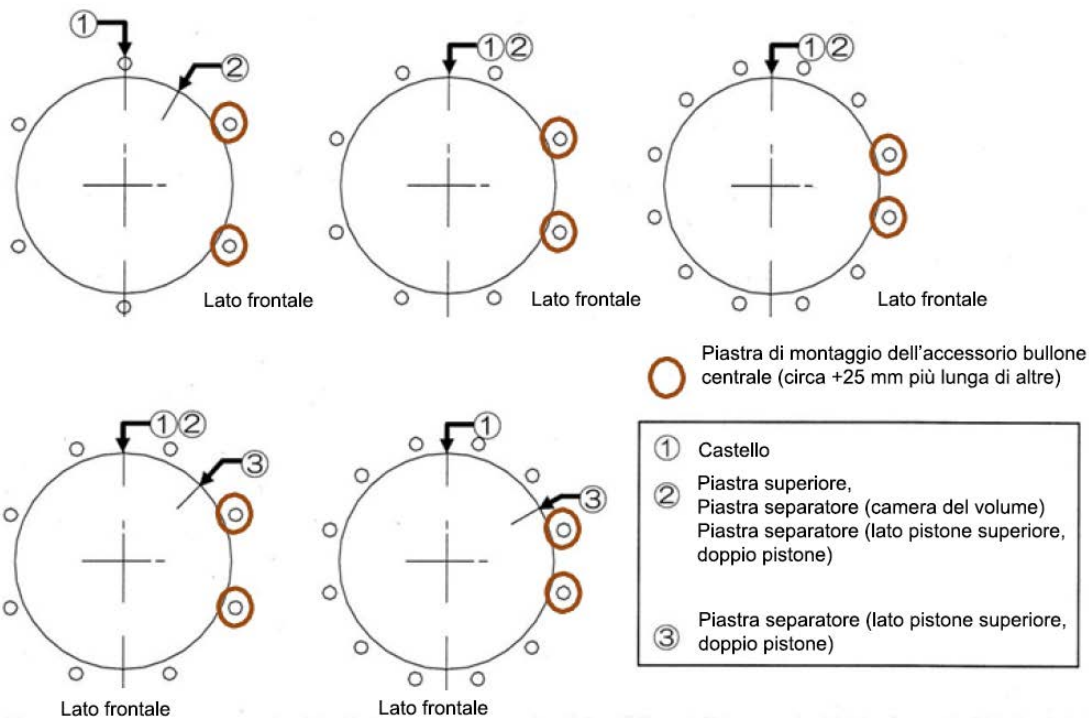

Figura 17 - Posizionamento del bullone centrale
10. Sostituire il raschietto dell'asta (34) con il componente nuovo. Ricoprire il raschietto dell'asta con silicone (o equivalente).
11. Sostituire l'unità a molla, la molla tubolare (7), la piastra del separatore (13), il sottogruppo del pistone (15).
12. Sostituire l'O-ring (21) sulla piastra superiore (17) e l'O-ring (21) e l'anello guida (16) sulla piastra pistone S/A (15) con i componenti nuovi. Ricoprire gli O-ring e l'anello guida con grasso siliconico (o equivalente).
13. Sostituire il tubo del cilindro (14) e la piastra superiore (17) solo con un movimento assiale. Ricoprire la superficie interna del tubo del cilindro con grasso siliconico.
14. Assicurarsi che le posizioni dei collegamenti dell'aria siano corrette. Inserire i bulloni centrali nei fori della piastra superiore e del castello. Montare le rondelle elastiche e i dadi e serrarli leggermente a mano. Montare a mano le rondelle elastiche e i dadi sul lato inferiore del castello. Assicurarsi che la posizione dei bulloni centrali (circa +25 mm più lunghi di altri) per la piastra di montaggio degli accessori, se in dotazione, sia conforme alla Figura 17.